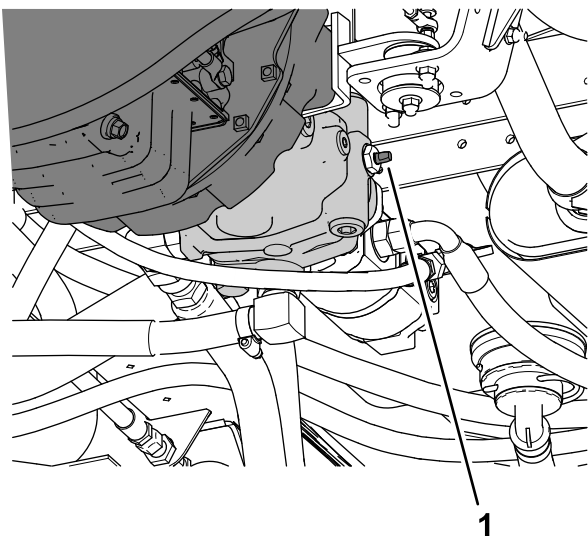

Figure 93
3. Tournez la vanne de remorquage (Figure 93) de 90° dans un sens ou dans l'autre pour l'ouvrir.